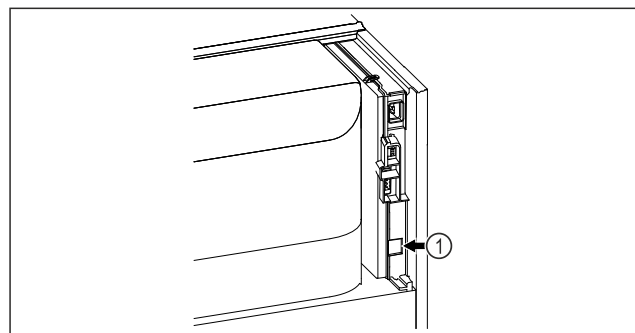

Fig. 97
- SmartModule Fig. 97 (1) este instalat.